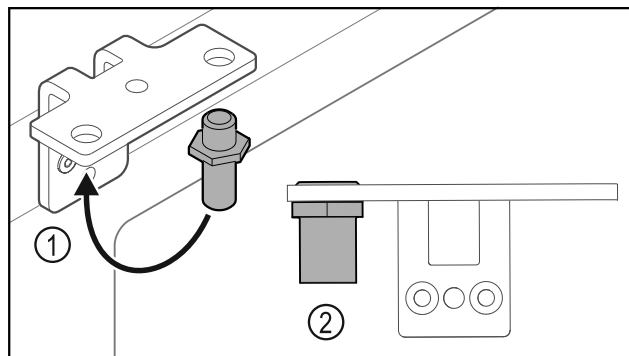

Fig. 33
- Flytta bulten Fig. 33 (1) i gångjärnsfästet.
- Dra åt bulten Fig. 33 (2) med ett vridmoment på 12 Nm.